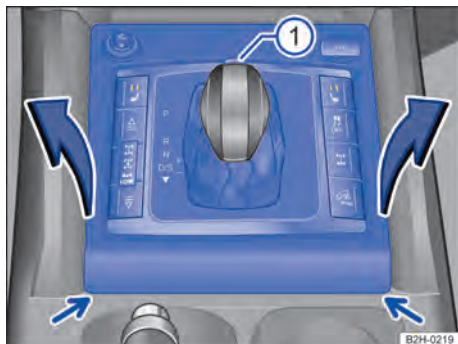

Fig. 96 Desmontar la cubierta de la corredera de la palanca selectora.
3. Desprenda con cuidado la cubierta del embellecedor haciendo palanca con, p. ej., un destornillador → Fig. 96 (flechas).
4. Tire de la cubierta hacia arriba con cuidado, por la zona del guardapolvo de la palanca selectora, junto con los cables eléctricos que lleve conectados → Fig. 96.
2. Pulse la tecla de bloqueo de la parte delantera del pomo de la palanca selectora → Fig. 96 ① y sitúe esta en la posición neutral N.